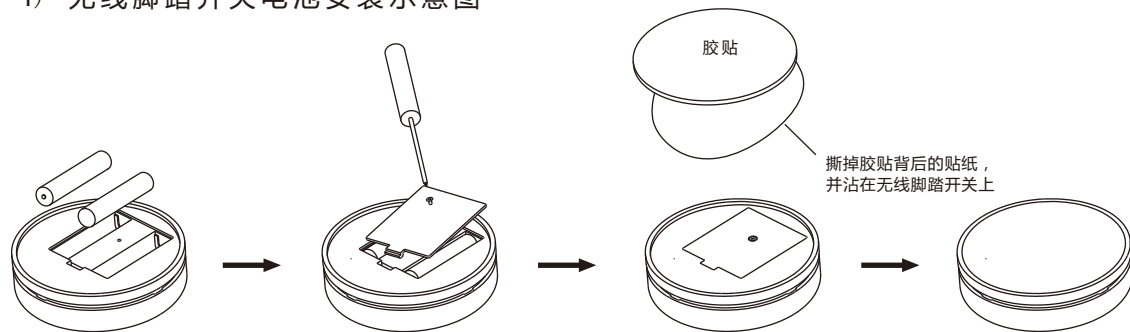

图9
- 3) 将电池装入无线脚踏开关或将有线脚踏开关插头插入脚踏开关插座(如图9、图3)。液路安装方式: